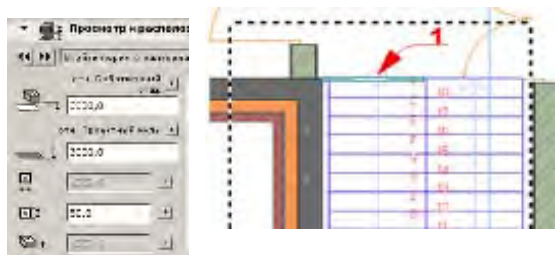

Рис. 121
3. Аналогичным образом разместите ограждение лестничной клетки на втором этаже в позиции 1 (рис. 121).